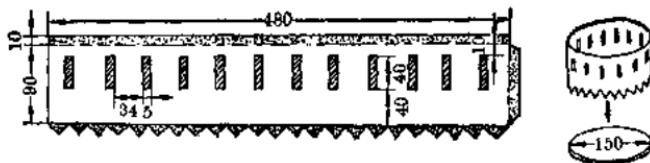

图 2
1. 圆盘 按图 2 所示尺寸画在图画纸上, 用刻刀刻去中间有影部分, 成为一条条的狭缝, 再用剪刀沿边线剪下。在点线的地方涂上浆糊, 先把上面的边折向一边贴牢, 这样使圆盘边缘能够比较牢固; 再把图画纸弯成一个圆圈, 将头尾连接起来。在硬纸板上剪一个直径 150 毫米的圆板, 将圆圈与圆板粘连成圆盘。干后, 用墨汁把圆盘的里边全部涂成黑色。